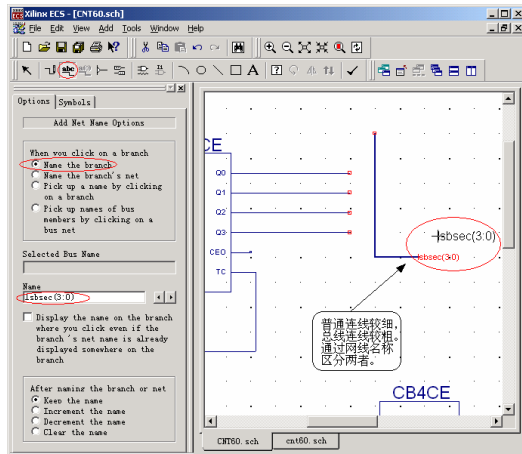

图9-9 添加总线名称
- (1) 单击绘图工具栏中的按钮,在原理图上方绘制一条线段,然后单击按钮,在网线名称栏输入“lsbsec(3:0)”。在线段右端口添加总线名称,总线名称一旦加入,就会发现网线变粗,表示该网线变成了总线,如图9-9所示。